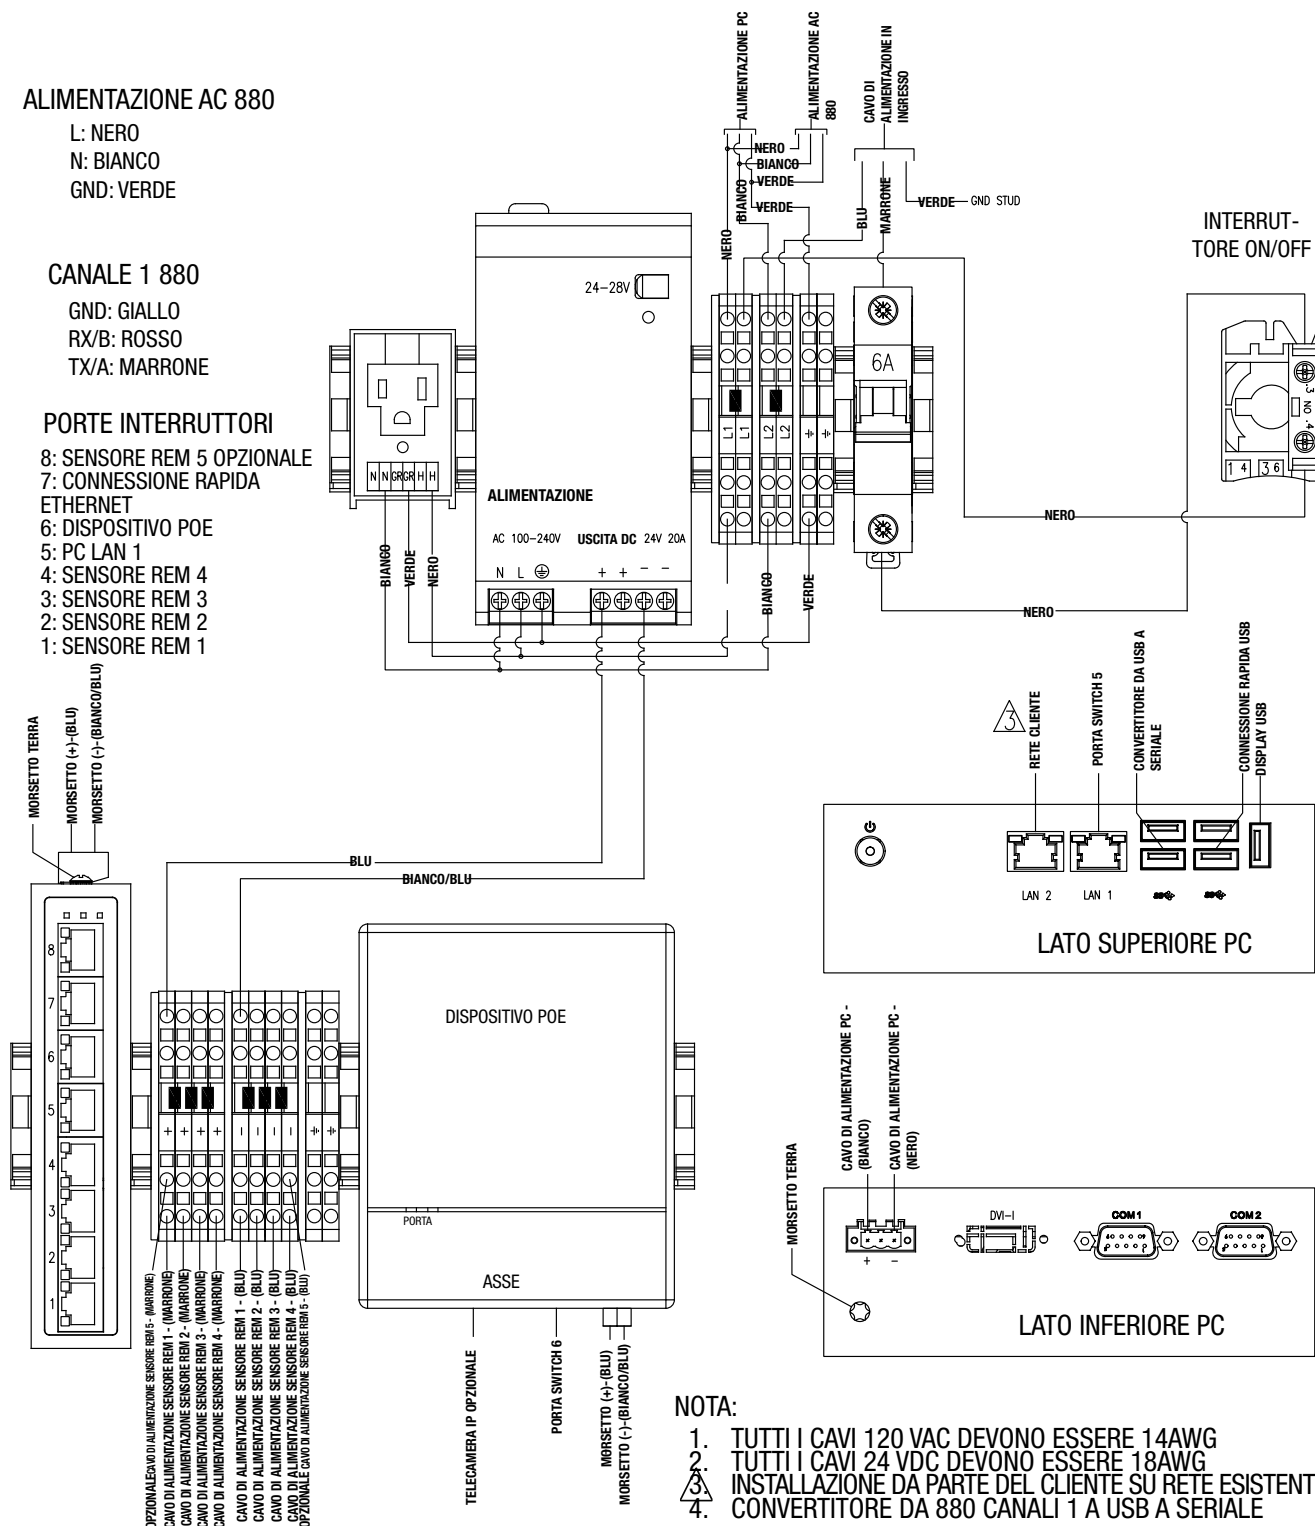

Figura 3-20. Schema di cablaggio 880
8. Spellare e collegare il cavo costampato della bilancia SUMMIT 3000 all'indicatore (Figura 3-20 per l'indicatore 880 e Figura 3-21 a pagina 27 per l'indicatore 1280).